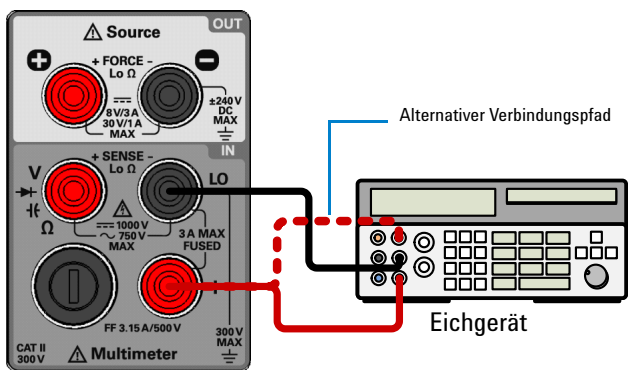

Abbildung 5-3 Testeinrichtung für DC-Strom- und AC-Stromverstärkungsüberprüfung
- 1 Schließen Sie das Eichgerät an die Eingangsanschlüsse **I** (rot) und **L0** (schwarz) des vorderen Bedienfelds an (siehe Abbildung 5-3 auf Seite 148).